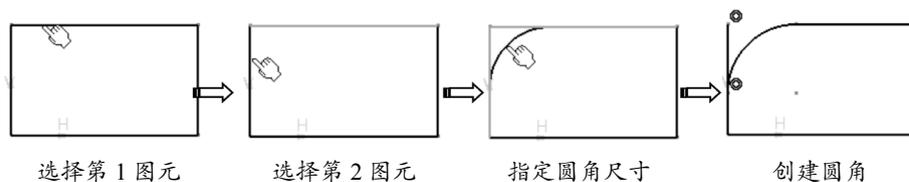

图 5-5
- 修剪第一图元 : 单击此按钮，创建圆角后仅修剪所选的第 1 个图元，如图 5-5 所示。